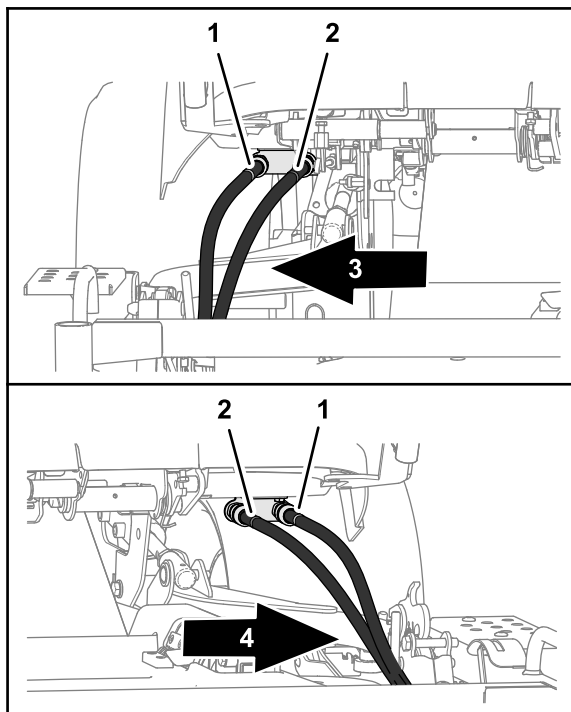

Figura 114
4. Scollegate i flessibili idraulici da ciascun lato del trattorino (**Figura 114**).
- A. Collegare il tubo idraulico contrassegnato in blu all'attacco rapido interno contrassegnato in blu; fate riferimento alla Figura 114 in Rimozione del piatto di taglio \(pagina 78\).
- B. Collegare il tubo idraulico contrassegnato in rosso all'attacco rapido esterno contrassegnato in rosso; fate riferimento alla Figura 114 in Rimozione del piatto di taglio \(pagina 78\).